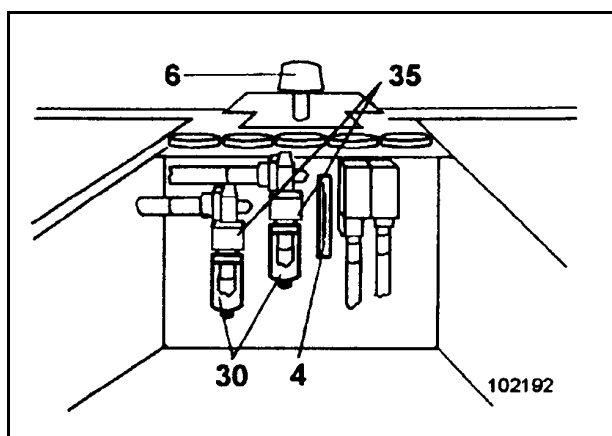

Fig. 3-68:
- Enroskar el tubo flexible (15) en la válvula de salida (5) y purgar el aceite hidráulico usado por completo. Retirando el filtro de aireación (6, Fig. 3-68:) se facilitará la salida del aceite usado.